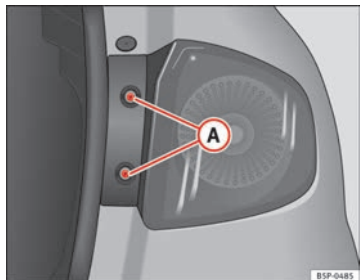

Abb. 190 Standlicht /
- Drehen Sie die Schrauben ⇒ Abb. 190 (A) heraus.